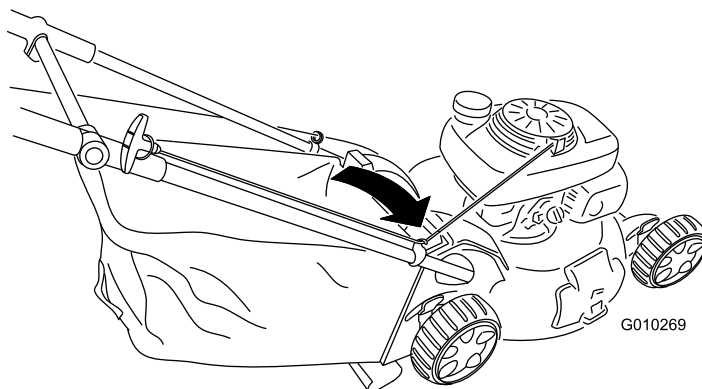

Figure 27
1. Faites passer le câble du lanceur autour du guide inférieur (Figure 27).